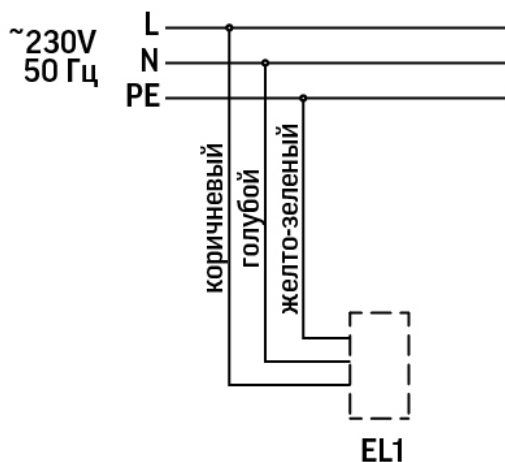

Рис. 1
- Заранее отключив питающую сеть, подключить св-к к сети через сетевой провод (см. схему подключения, Рисунок 1);